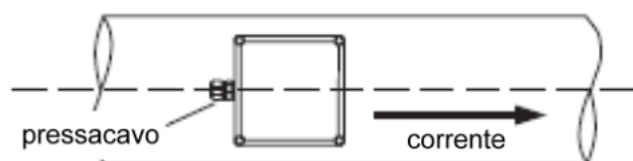

Fig. 7
5. Allineare il sensore (Fig.7) e controllare che la freccia disegnata sullo strumento combaci con la direzione del flusso.